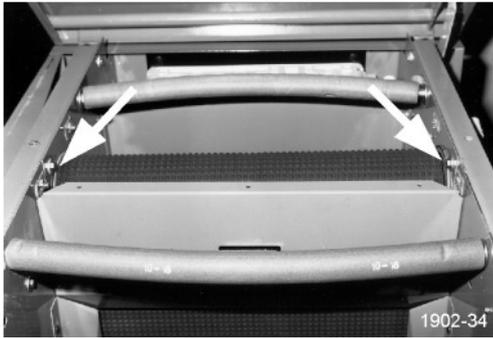

Bild 23
- 1. Auf der oberen Umlenkwalze, erkennbar bei aufgeklappter oberer Abdeckung. (Pfeile in Bild 23)